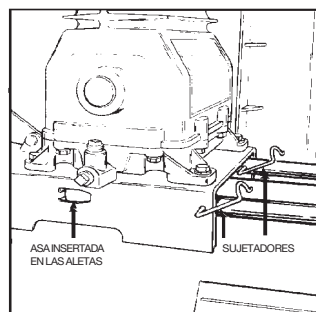

FIG. 3
2. Insertar el extremo recto de cada sujetador por los orificios en la montura y ambos orificios del asa (Fig. 3).